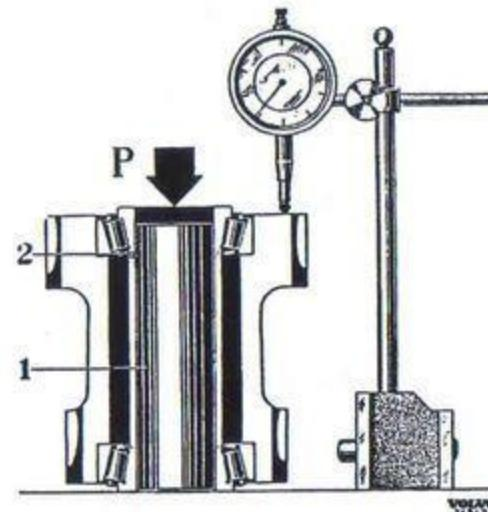

Bild 71. Justering av spel för mellanaxel.
1. Sätt ihop mellanaxeln med en monteringshylsa SVO 2350 och placera den i en press. Pressa med 3 ton på övre lagret. Anbringa en indikator enligt bild 71 och mät upp spelet (0,01—0,05 mm). Justera vid behov genom att lägga dit eller ta bort justermellanlägg.